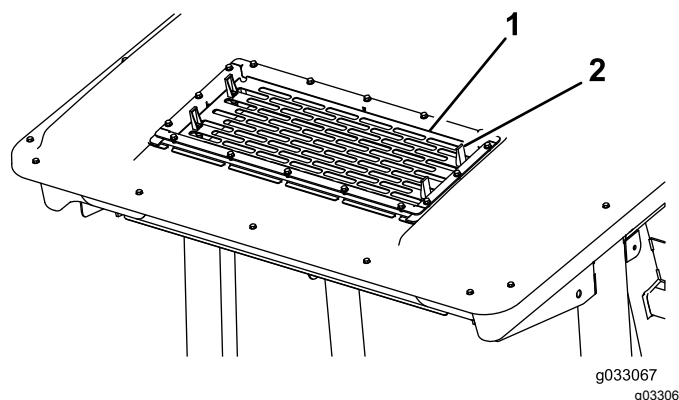

Рисунок 56
- Поднимите 4 фиксатора на решетке кондиционера воздуха (Рисунок 56) и снимите решетку с верхней части кабины.